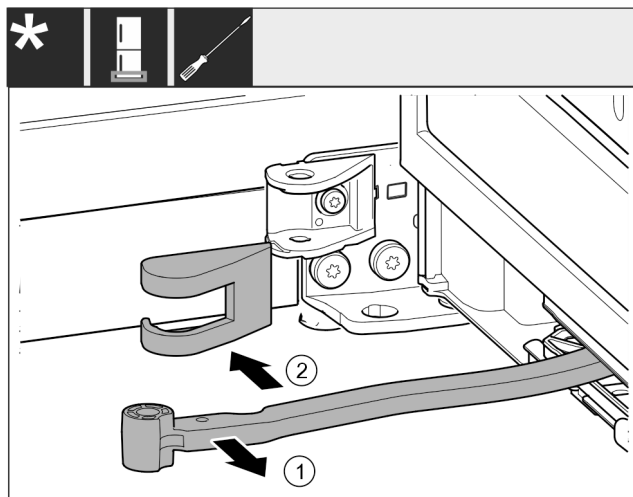

Fig. 18
- Okrenite zglob Fig. 18 (1) u smjeru vrata.
- Skinite pokrov podloška ležaja Fig. 18 (2).